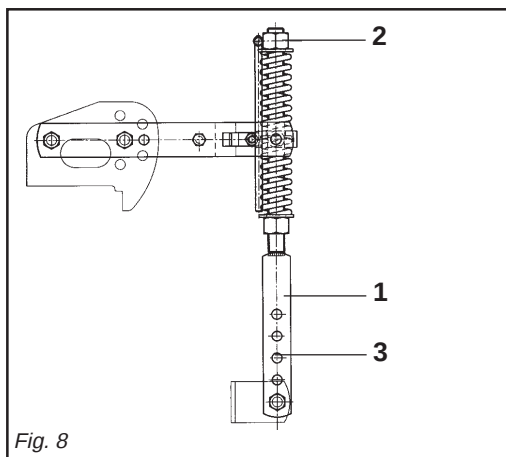

Fig. 8
- 6 - Il martinetto a molla (1 Fig. 8) oltre a sostenere la lamiera livellatrice ed ammortizzarla nel trasporto su strada, serve a evitare il ribaltamento della macchina durante il parcheggio. La regolazione del precario sulla molla si effettua avvitando e svitando il dado superiore (2 Fig. 8), agendo con l'apposita leva. A seconda della posizione, determi-
- 6 - *Besides supporting the levelling plate and acting as a shock absorber for it during road transport, the spring ram (1 Fig. 8) prevents the machine from overturning when parking. To adjust the spring pre-loading, screw or unscrew the upper nut (2 Fig. 8) using the spring adjuster. The effect of the levelling plate on the soil can be increased or decreased*
- 6 - Die Federwinde (1 Abb. 8) trägt nicht nur das Planierschild und dient beim Straßen-transport zur Dämpfung von Stößen, sondern sie soll auch verhindern, daß die Maschine während des Parkens umkippt. Um die Feder zu verstellen, verschrauben oder aufschrauben Sie die obere Mutter mit dem Spindel.
- 6 - *Le vérin à ressort (1 Fig. 8) sert de soutien à la tôle de nivellement et de suspension pendant le transport sur route, pour éviter le basculement du cultivateur lors du stationnement. Pour régler la pression du ressort, vissez ou dévissez l'écrou supérieur avec la manivelle. L'effet de la tôle de nivellement sur le terrain peut être augmenté ou diminué*
- 6 - El gato de resorte (1 Fig. 8), además de sostener la chapa de nivelación y protegerla durante el transporte en carretera, sirve para evitar el vuelco de la máquina durante el estacionamiento. Por regular la presión sobre el resorte, atornillar o destornillar la tuerca superior con el gato. De acuerdo a la posición, determina-
nata del bullone (2 Fig. 8) sui vari fori posti nel martinetto (3 Fig. 8) si riesce ad aumentare o diminuire l'effetto della lamiera livellante sul terreno.
depending on the position, established by of the nut (2 Fig. 8) in the various holes in the ram (3 Fig. 8).
Je nach der Position, die durch der Mutter (2 Abb. 8) in den verschiedenen Löchern des Windenrohres (3 Abb. 8) festgelegt wird, kann die Wirkung des Planierschilds auf den Boden erhöht oder verringert werden.
en changeant la position du boulon (2 Fig. 8) dans les différents trous du vérin (3 Fig. 8).
da de la turca (2 Fig. 8) en los diversos orificios del gato (3 Fig. 8) se logra aumentar o disminuir el efecto de la chapa de nivelación sobre el terreno.